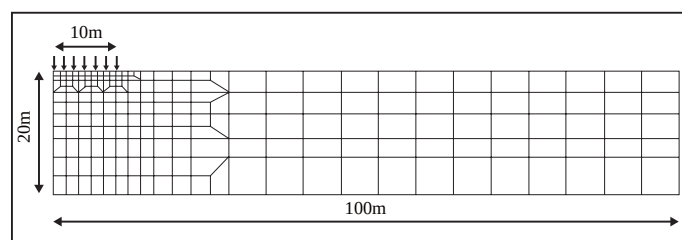

図4 支持力問題では荷重を受ける部分を細かく分割
- 応力が急激に変化するとと思われる部分は、できるだけ細かく分割する必要がある。応力の変化があまり大きくないと思われる部分は大きな要素で分割すればよい。支持力問題におけるメッシュ分割を例として図4に示す。